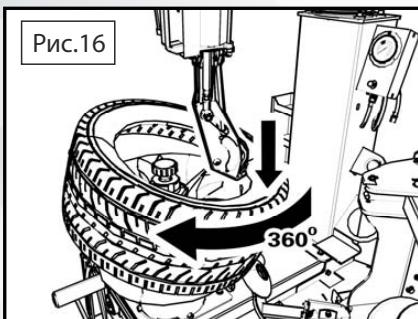

Рис.16
- Опустите монтажный инструмент так, чтобы задняя часть монтажной головки опиралась на край обода (см. Рис. 16).